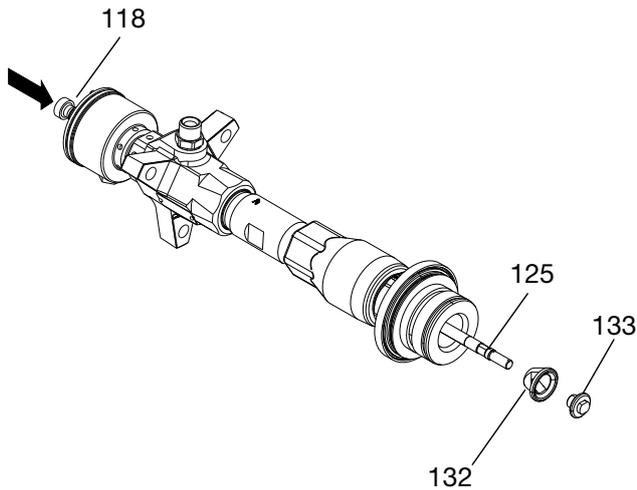

图 10
7. 推动上部位移杆 (118)，露出下部轴组件 (125) 的平坦部分。用可调节扳手握持住下部轴组件 (125) 的平坦部分，使用另外一个扳手从下部轴组件拧下铲螺母 (133)。将铲活塞 (132) 从填料杆滑出。检查铲螺母和下部轴组件的表面是否有划痕、磨损或其他损坏。参见图 10。